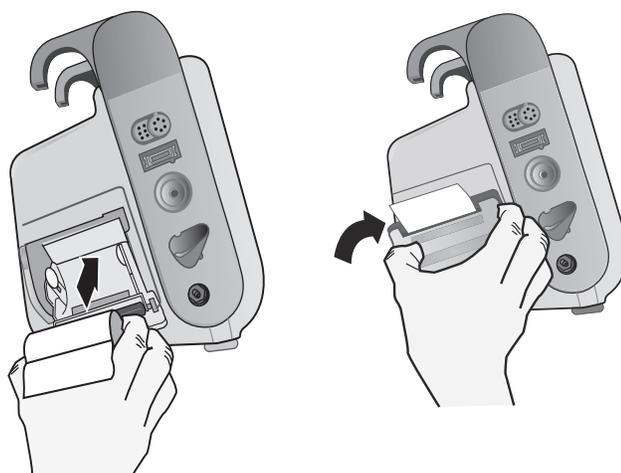

Figure 17-2. Insertion du papier et fermeture de la porte de l'imprimante
4. Placez le papier dans l'appareil et fermez le couvercle (voir Fig. 17-2).